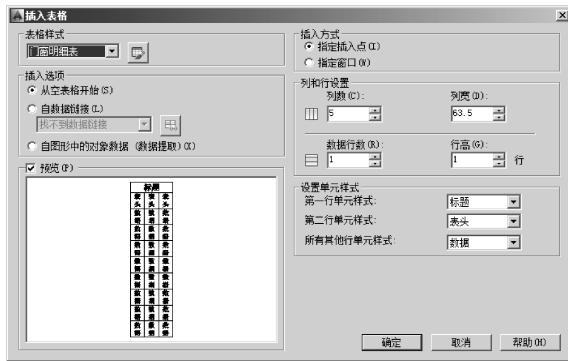

图 5-25 “插入表格”对话框
1) 在功能区单击“默认”选项卡→“注释”面板→“表格”按钮  表格，在弹出的“插入表格”对话框中设置表格参数，如图 5-25 所示。该对话框中的各主要选项功能介绍如下。